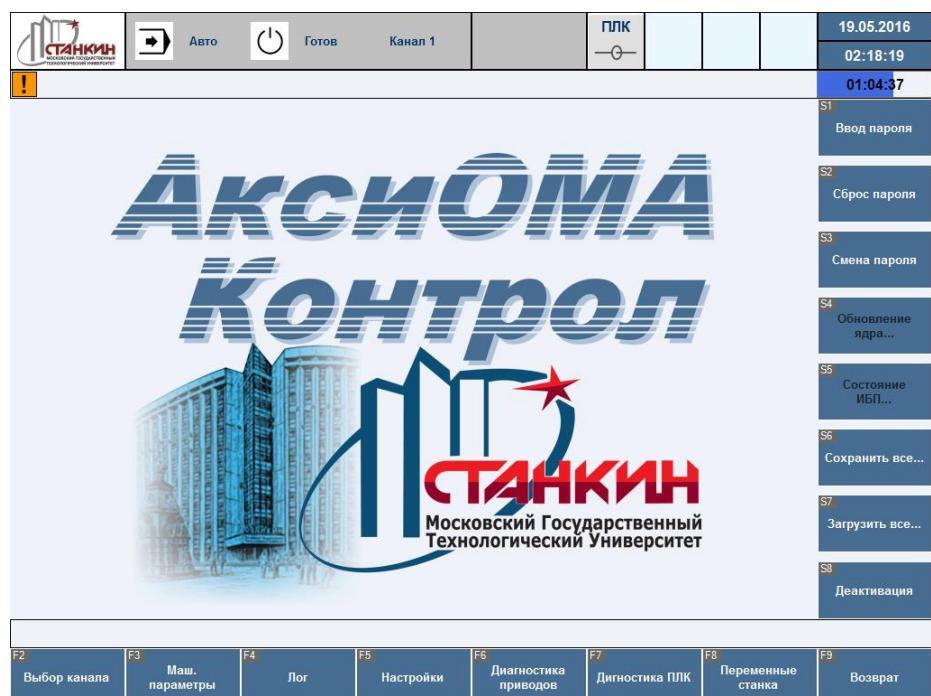

Рисунок 69 – Внешний вид экрана «Сервис» и ввод пароля для доступа к машинным параметрам
- Перейти в экран «Сервис», ввести пароль (**ncs**) для получения доступа к сохранению параметров (Рисунок 69):